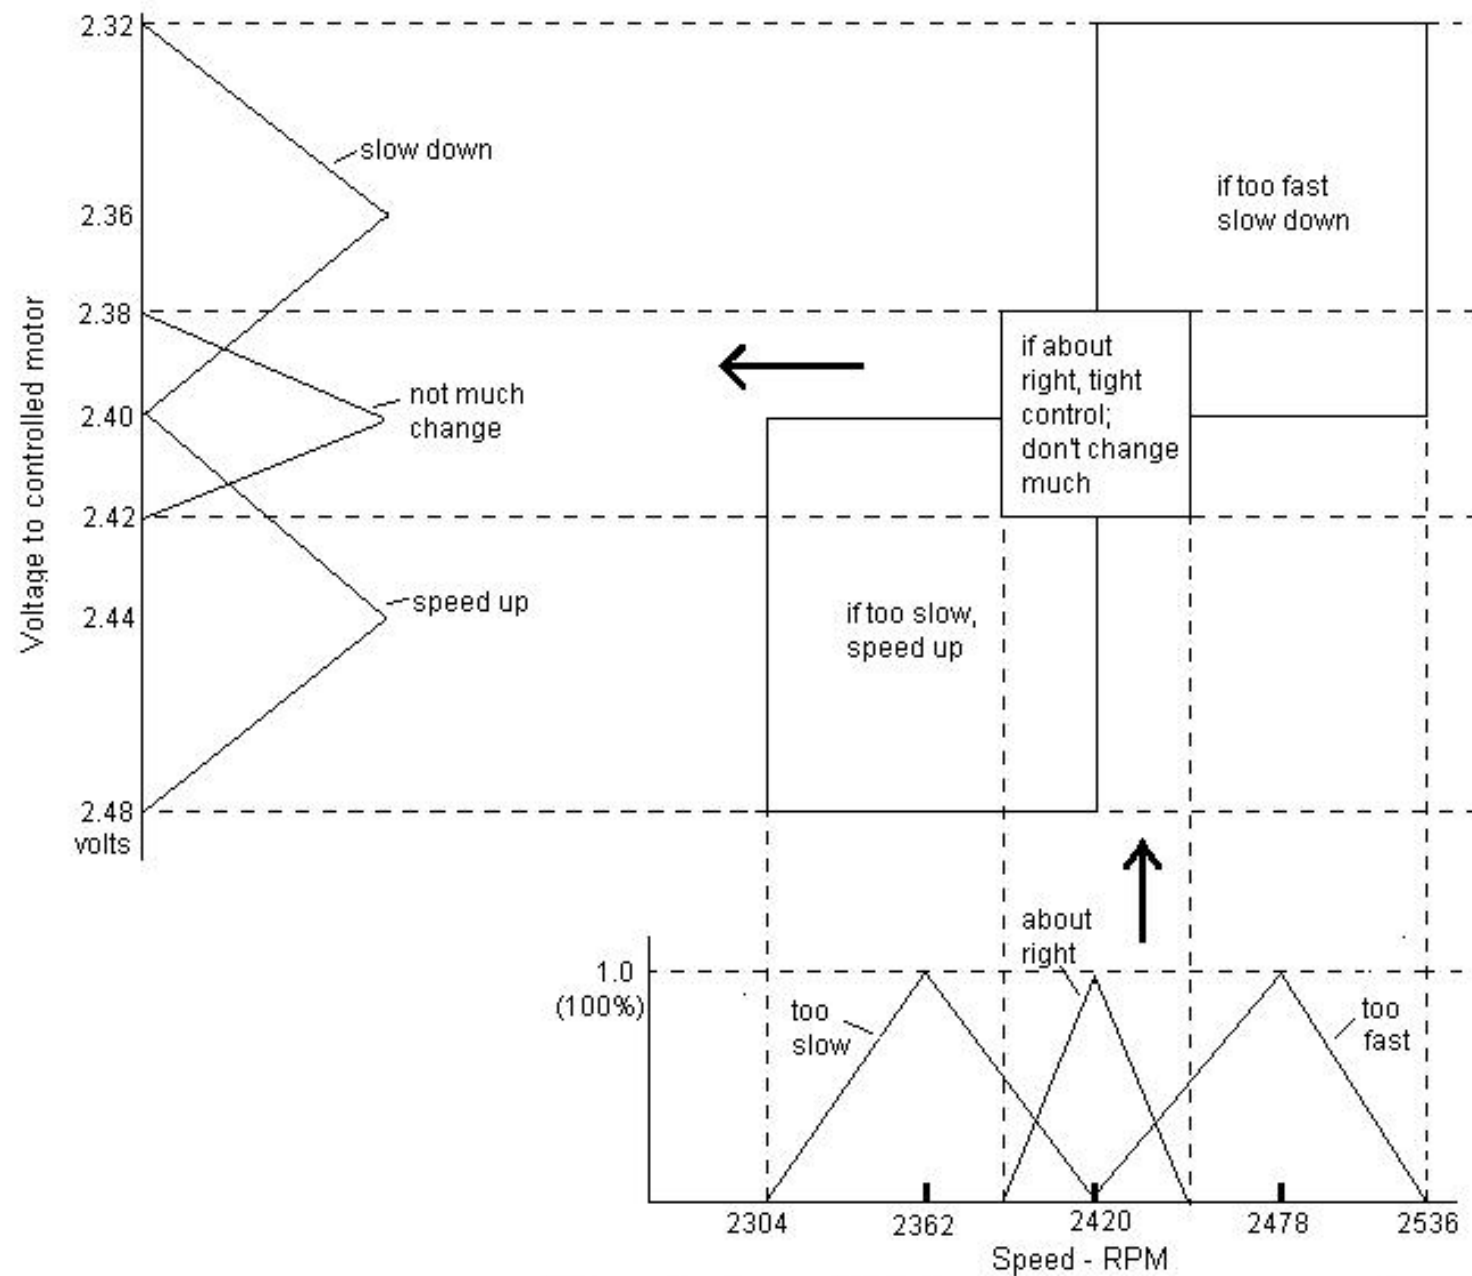

Figure 4 Cause-Effect
5. Описание связей между входами и выходами в виде диаграммы (Figure 4)
6. Figure 4 получается из ранее приведенных правил (Rules) и результатом является напряжение, подаваемое на контроллер скорости: